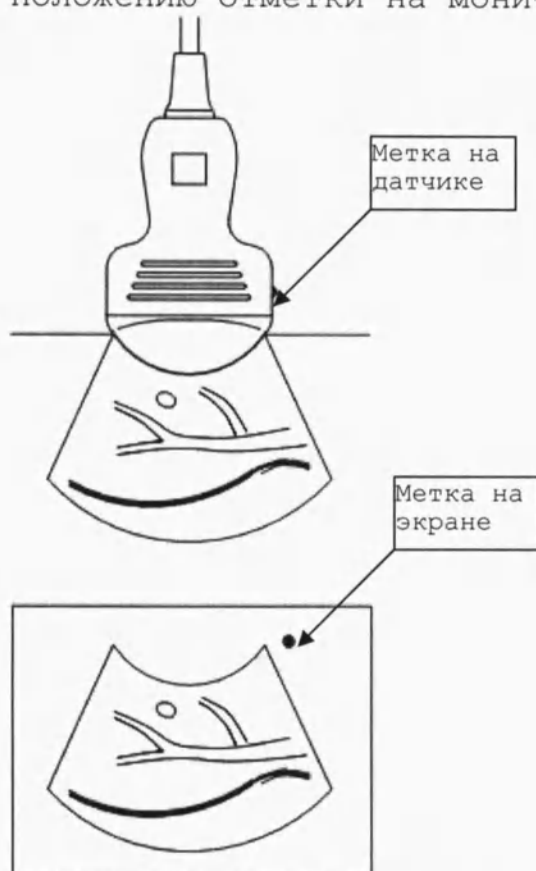

Рис.2 Соотношение отметки на датчике и на УЗ изображении
- 4) Соответствие положения датчика и направления изображения на мониторе показано на рис.2. Ориентация право-лево: положение отметки на датчике соответствует положению отметки на мониторе.